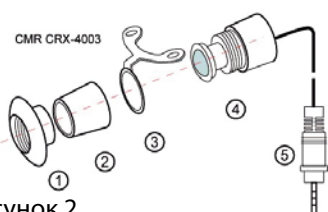

Рисунок 2.
Камера CMR CRX-4003 снабжена универсальным типом крепления и может быть установлена как на кронштейне (поз. 3, рис. 2), так и в отверстие в бампере (с помощью резьбового кольца (поз. 1, рис. 2)). Для смены типа крепления необходимо отвернуть резьбовое кольцо (поз. 2, рис.2) и снять кронштейн (поз. 3, рис. 2).
3. Кронштейн может быть закреплен с помощью шурупов или винтов, входящих в комплект. При предварительном монтаже не затягивайте их до конца, оставьте возможность точной настройки положения камеры. Воспользуйтесь технологическим отверстием и пропустите вовнутрь штекер от видеокамеры (поз. 5, рис. 2). В случае отсутствия технологического отверстия просверлите в обшивке автомобиля отверстие необходимого размера и пропустите вовнутрь штекер от видеокамеры.
5. Вставьте в отверстие резьбовое кольцо (поз. 1, рис. 2) до упора. С внутренней стороны бампера завинтите камеру. Не затягивайте резьбу слишком сильно.